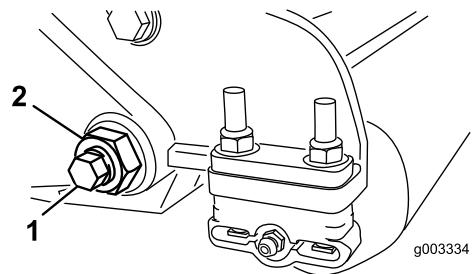
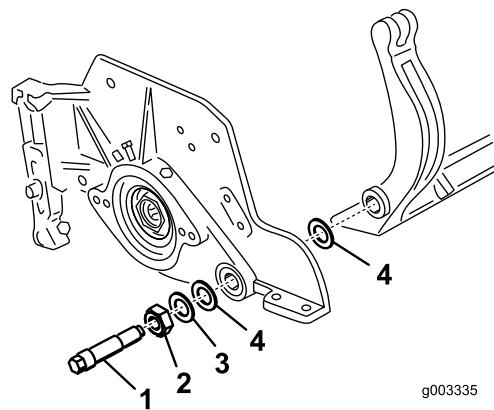

図 31
図 32
3. ベッドバー bolt 図 31を固定しているロックナット機体両側をゆるめる。
4. 各ベッドバー bolt を抜いて、ベッドバーを下に引き抜いて外す図 31。ベッドバーの両端にそれぞれナイロンワッシャ2枚とスチールワッシャが1枚ずつあるので注意する図 32。
4. その外側からスチール製ワッシャを取り付ける図 32。
ベッドバーボルトを 2736N m 3.74.6kg.m にトルク締めする。左右の遊びが完全になくなつて外側のスチール製ワッシャが回らなくなるまでただし決して締めすぎになつたりサイドプレートが変形したりしていないロックナットを締め付ける。内側のワッシャには遊びがあつてかまいません図 32。